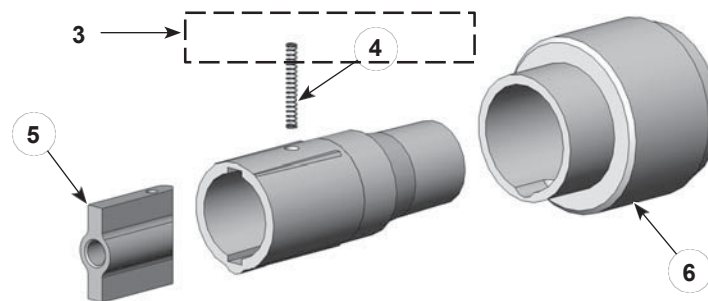

Abbildung 23 SD Elektrodenhalterung
C. Siehe Abbildung 23 und die Teileliste für Reparaturteile für den optionalen SD-Elektrodenhalterungsbausatz.